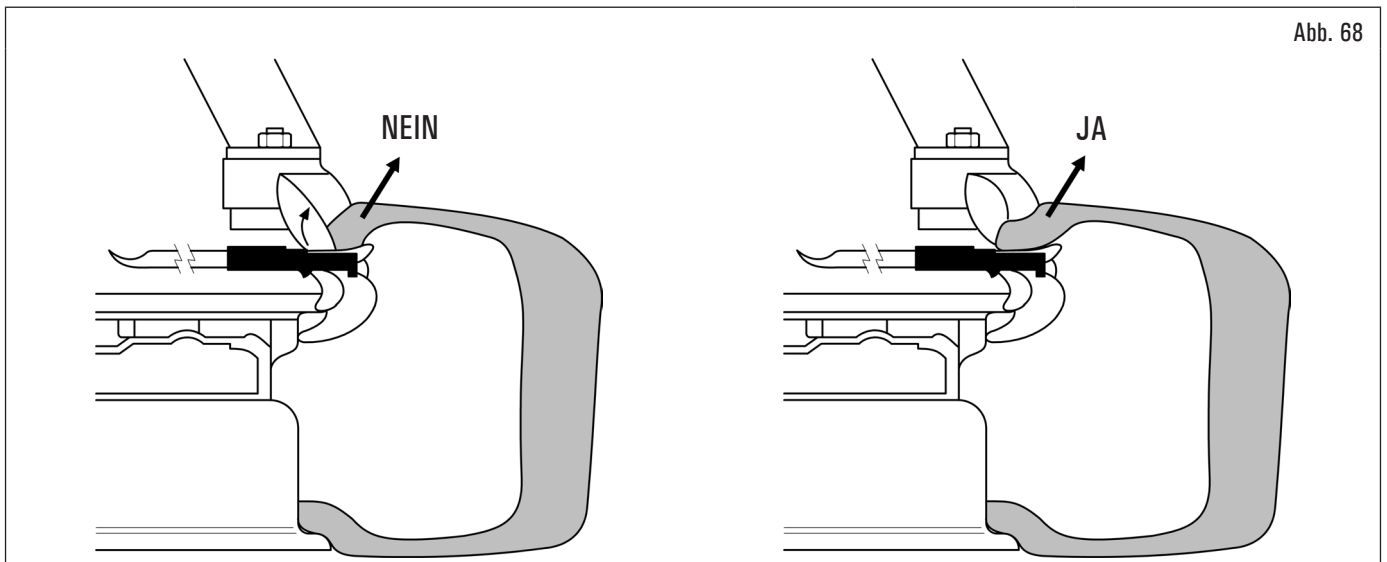

Abb. 68
11. halten Sie den Hebel fest und führen Sie eine kurze Drehung der Spindel gegen den Uhrzeigersinn aus, um die korrekte Positionierung des Wulstes auf dem Hebel selbst zu erleichtern. Die Lippe des Wulstes in dem Teil, der mit dem Hebel in Kontakt kommt, muss zum Bediener und nicht zur Innenseite des Reifens zeigen (siehe Abb. 68);